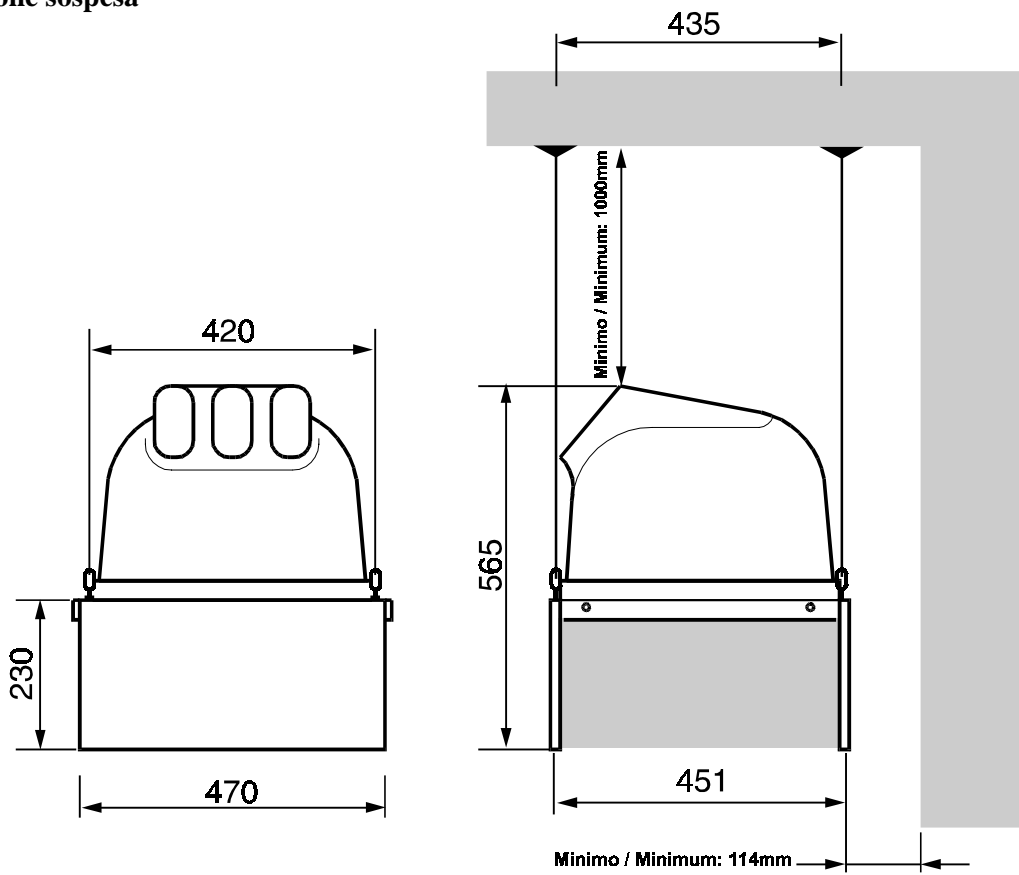
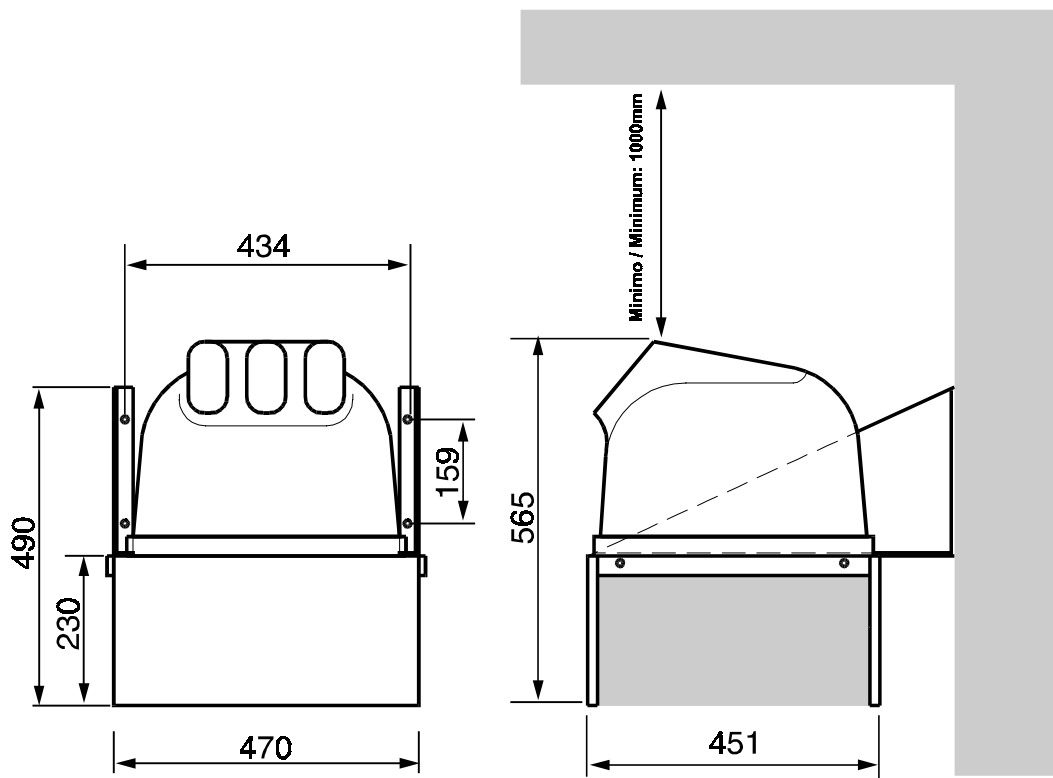

Fig. 1
Fig. 2
Per sospendere l'apparecchio, vincolarlo al soffitto mediante catene o corde metalliche sugli appositi anelli (8) rispettando le dimensioni minime indicate in **Fig.1**.
- Utilizzare le apposite staffe di supporto (**Rif. 9 - Fig.2**) fornite con l'apparecchio. Fissare le staffe di supporto all'apparecchio mediante le viti fornite di serie.
- Installare l'apparecchio il più in alto possibile, mantenendo però una distanza di almeno un metro dal soffitto (Fig.1, Fig.2).
- Ruotare orizzontalmente la carenatura (D) in modo che il flusso esca nella direzione desiderata.